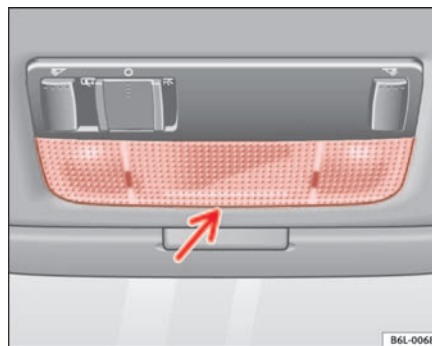

Fig. 154 Luz de lectura delantera
- Introduzca un destornillador fino por su parte plana entre la carcasa y el cristal ⇒ fig. 154.